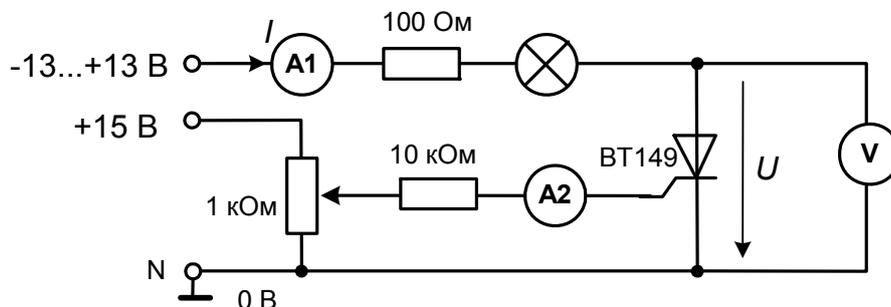

Рис. 3.6. Принципиальная схема исследования тринистора
1. Соберите цепь (рис. 3.6) для исследования характеристик управляемых тиристоров. Ручку потенциометра поверните вправо до упора (ток управления равен нулю).
1. Соберите цепь согласно принципиальной схеме (рис. 3.6), но заменив тиристор симистором МАС97А6, включенном в прямом